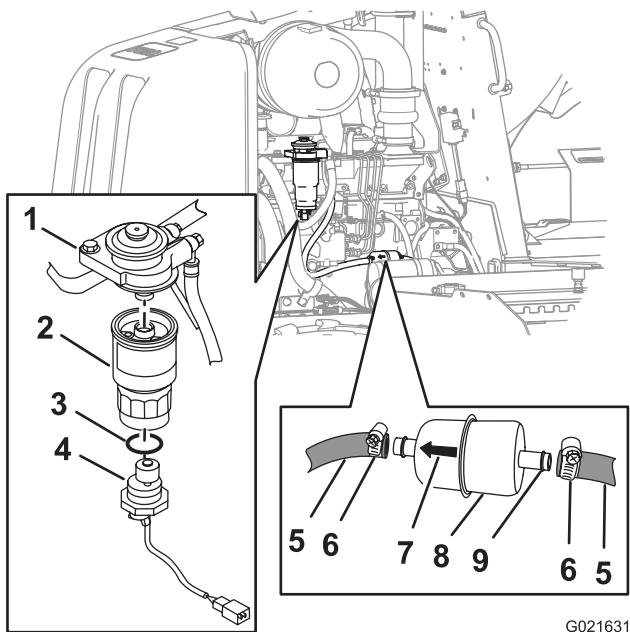

Рисунок 130
4. Ослабьте хомуты шлангов и отсоедините топливный фильтр грубой очистки от топливных шлангов (Рисунок 130).
5. Совместите новый топливный фильтр грубой очистки со шлангами, ориентируясь по стрелке, нанесенной на фильтре и направленной вперед (Рисунок 130).
6. Наденьте шланги на шланговые фитинги топливного фильтра грубой очистки и затяните хомуты шлангов (Рисунок 130).
- C. Надежно возьмитесь за элемент топливного фильтра тонкой очистки, поверните датчик воды против часовой стрелки и снимите датчик воды (Рисунок 130).
- D. Надежно возьмитесь за элемент топливного фильтра тонкой очистки, поверните его против часовой стрелки и снимите фильтр с переходника (Рисунок 130).
- Совместите новый элемент топливного фильтра тонкой очистки с переходником фильтра (Рисунок 130).
- D. Выровняйте новое уплотнительное кольцо поверх датчика воды (Рисунок 130).
- Выровняйте датчик воды в донной части топливного фильтра тонкой очистки (Рисунок 130).
- Надежно возьмитесь за элемент топливного фильтра тонкой очистки и поверните датчик воды по часовой стрелке, затянув его усилием руки (Рисунок 130).